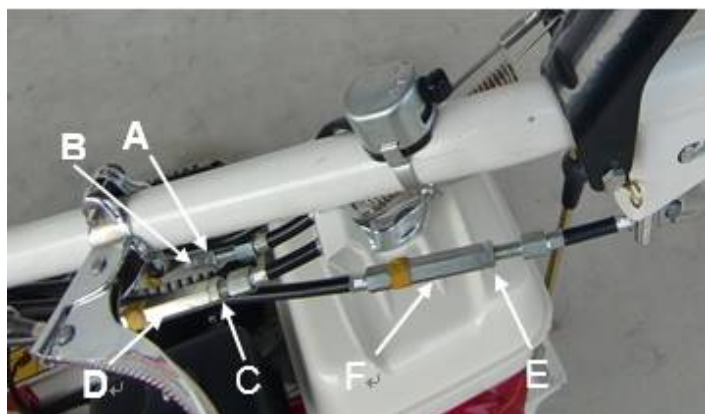

Figure 18
• Si la machine ne s'arrête pas lorsque le levier d'embrayage est relâché, réglez le câble de tension comme suit : dévissez la vis de blocage (A, Figure 18) et dévissez l'écrou (B, Figure 18). Essayez à nouveau la machine. Effectuez à nouveau le réglage si nécessaire. Une fois le réglage effectué, vissez la vis de blocage (A, Figure 18) sur l'écrou (B, Figure 18).
• Si la machine ne bouge pas lorsque vous activez le levier d'embrayage, réglez le câble de tension comme suit : dévissez la vis de blocage (C, Figure 18) et dévissez l'écrou (D, Figure 18). Essayez à nouveau la machine. Effectuez à nouveau le réglage si nécessaire. Une fois le réglage effectué, vissez la vis de blocage (C, Figure 18) sur l'écrou (D, Figure 18).
- Dévissez le contre-écrou (E, figures 18 et 19).
- Vissez ou dévissez les écrous (F, Figures 18,19).